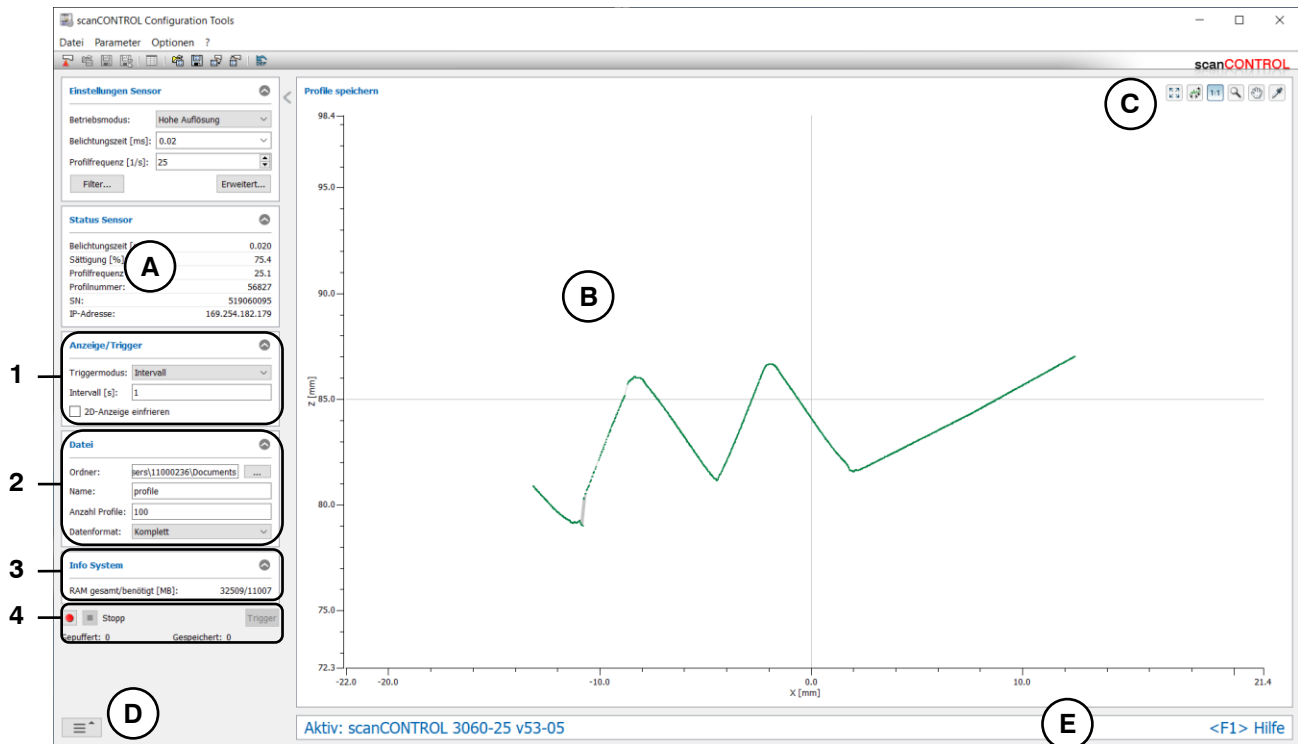

Abb. 4.58: Programm „Profile speichern“
- **Manuell:** Das Puffern der einzelnen Profile wird mit dem „Trigger“-Button (siehe Abb. 4.58, Abschnitt 4) ausgelöst.